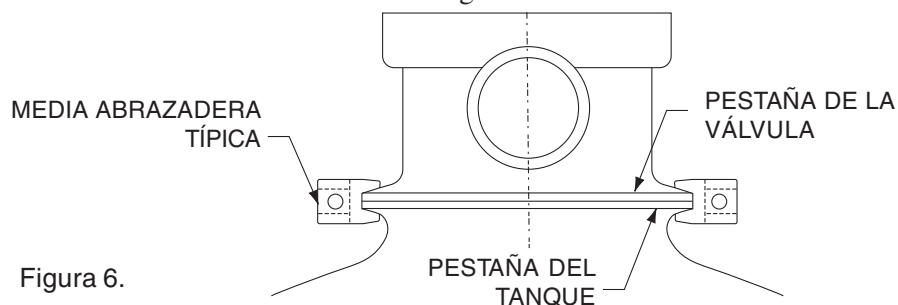
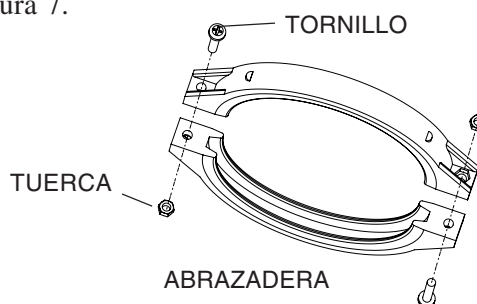

Figura 6.
Figura 7.
7. Asegúrese que la válvula este firmemente empujada hacia arriba del tanque y que la pestaña del tanque y la pestaña de la válvula estén en contacto con si mismas. Vea la Figura 6.
8. Ahora puede ser instalada La abrazadera de plástico. Ponga la mitad de la abrazadera sobre la pestaña de la válvula y la pestaña del tanque como esta señalado en la Figura 6. Inserte los tornillos y tuercas de la válvula en la mitad de la abrazadera asegurandose que las tuercas estén localizadas en la parte hexagonal de la abrazadera. Refierase a la Figura 7.